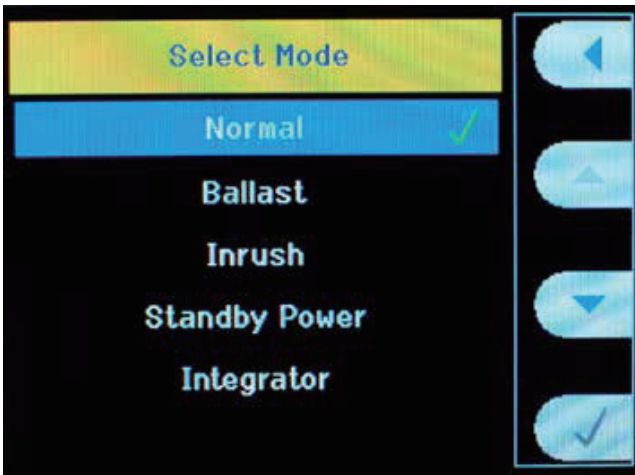

图 8. Select Mode 窗口。
- 按菜单→ Modes → Select Mode →勾选 Normal，如图 8 所示。